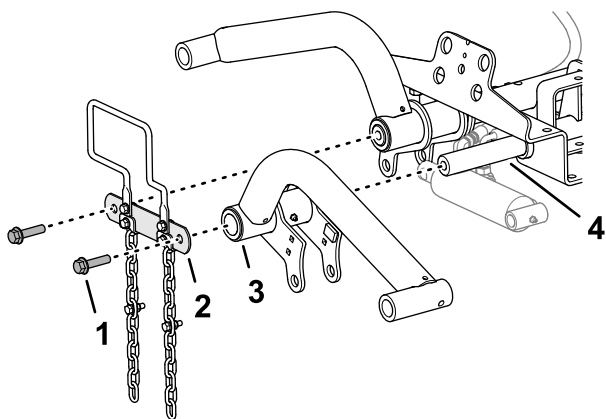

Figura 11
1. Assemblate i bracci di sollevamento sugli alberi di articolazione del braccio di sollevamento come illustrato nella Figura 11.
2. Assemblate il giunto dell'albero di articolazione agli alberi di articolazione del braccio di sollevamento (Figura 11) con le 2 viti a testa cilindrica flangiata ($\frac{1}{2}$ " x 2") che avete rimosso in Preparazione all'installazione dei bracci di sollevamento (pagina 16).